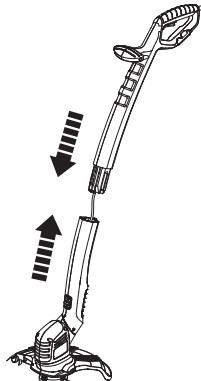

Fig. 1
> Alinee entre sí las secciones superior (10) e inferior (9) del tubo y encájelas la una en la otra. Asegúrese de que el conector de fijación queda firmemente encajado en su sitio (Fig. 1).